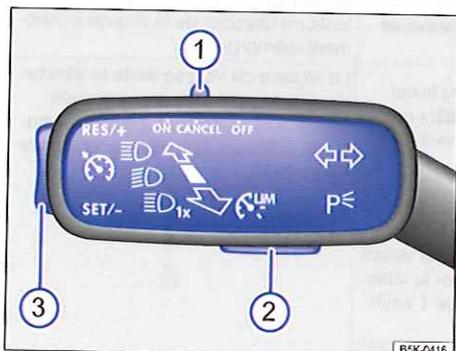
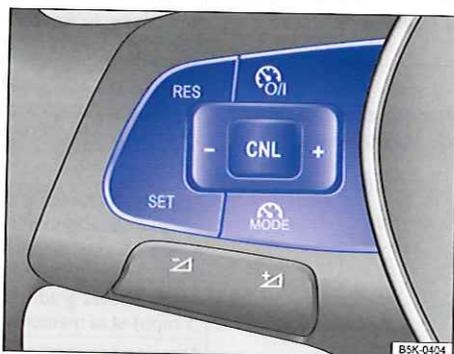

Fig. 173 À gauche sur la colonne de direction : touches et commandes du limiteur de vitesse
Fig. 174 Côté gauche du volant multifonction : touches de commande du limiteur de vitesse
Lorsque le limiteur de vitesse doit être désactivé temporairement, par ex. lors d'un dépassement, poussez la commande ⇒ fig. 173 ① intégrée au levier de clignotant en position CANCEL ou appuyez sur la touche (CAN) ou (RES) du volant multifonction ⇒ fig. 174.
⇒ fig. 173 ③ du levier de clignotant dans la zone RES/+ ou sur la touche (RES) du volant multifonction ⇒ fig. 174.